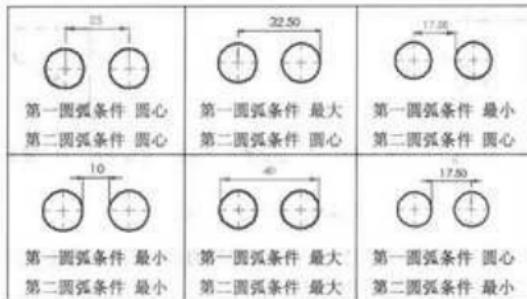
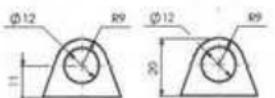

图 6-134 标注圆弧间不同位置处的距离尺寸
图 6-135 标注圆弧和边线之间的距离
(22) 第一圆弧条件、第二圆弧条件。通过设置第一圆弧条件和第二圆弧条件，可标注圆弧与圆弧间不同位置处的距离尺寸，如图 6-134 所示。默认的第一圆弧条件和第二圆弧条件都为“圆心”，在此，可将第一圆弧条件和第二圆弧条件中的一个或两个都设置为“最小/最大”，以符合标注需要。例如，如图 6-135 所示，尺寸“11”为圆弧和下边线之间距离，默认标注。鼠标右键单击尺寸“11”并在快捷菜单中选择“属性”命令，在“尺寸属性”对话框中将第一圆弧条件选为“最大”，单击“确定”按钮，显示的尺寸如图 6-135 右所示。